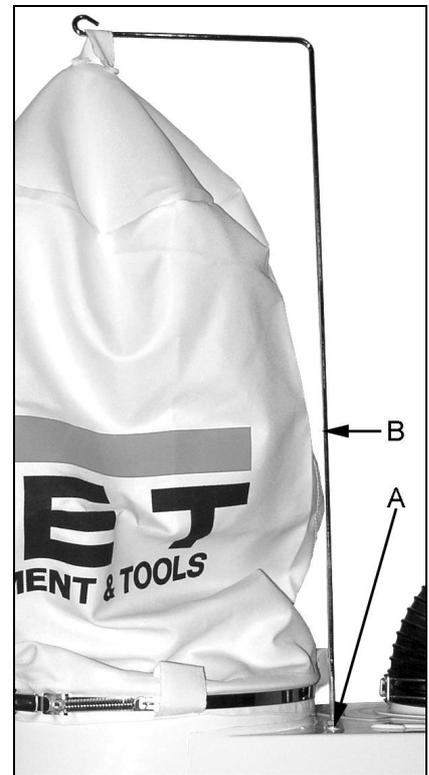

Fig 8
Montieren Sie den Filterhaken (B Fig 8) mit Mutter M6, Federscheibe und Scheibe (A).